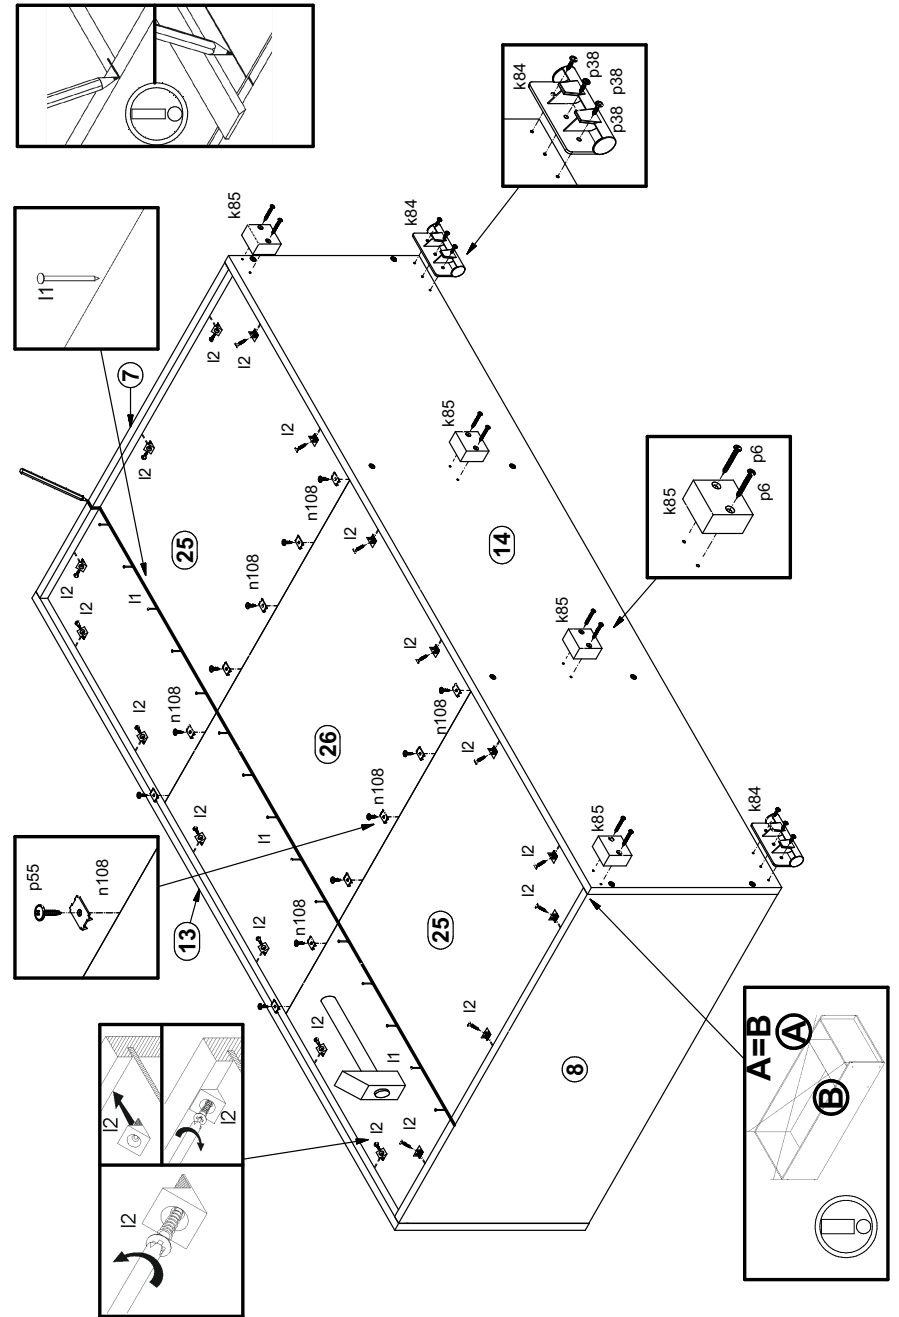

Рисунок 5
15. В отверстия $\varnothing 3$ мм на нижней поверхности щита нижнего **14** закрепить опоры полимерные **k85** шурупами **r6**, а также опоры полимерные **k84** шурупами **r38 (см. рис. 5)**.
16. Выровнять корпус изделия, измеряя рулеткой расстояние между противоположными углами по диагонали. Расстояния должны быть равными **(см. рис. 5)**.
17. Закрепить стенки задние **25, 26** на корпусе изделия гвоздями **l1** с шагом 80-120 мм, элементами крепления задней стенки **l2**, а также пластинами **n108** с шурупами **p55 (см. рис. 5)**.